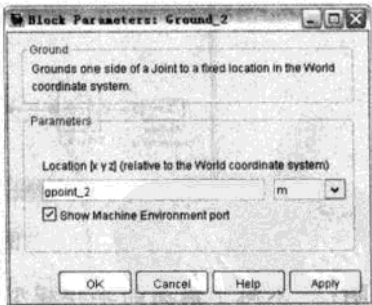

图 17.34 Ground_2 模块参数对话框
- 打开 Ground_2 模块参数对话框，在 Location 中输入[-0.434 0 0.04]，或者变量 gpoint_2，如图 17.34 所示。